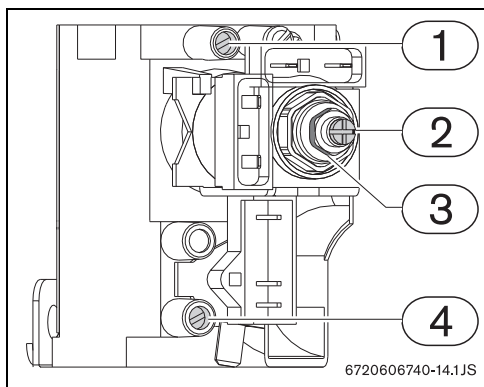

Fig. 20 Pontos de medição de pressão
- ▶ Utilizando a porca de ajuste (→ Fig. 20, [3]) regular a pressão até atingir os valores indicados na tabela 17.
- ▶ Utilizando o parafuso de ajuste (→ Fig. 20, [2]) regular a pressão até atingir os valores indicados na tabela 17.